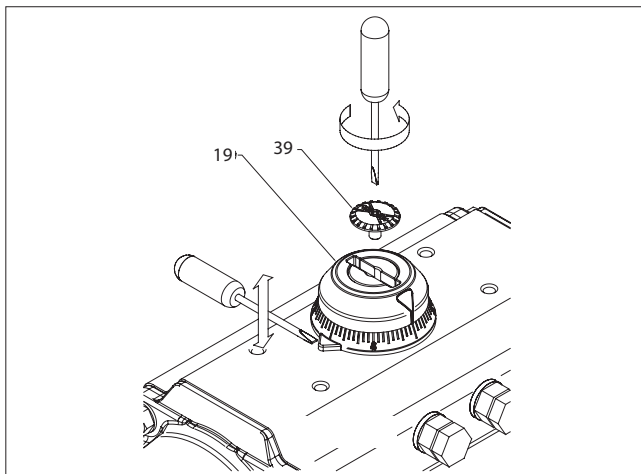

Abb. 3.
1. Abnehmen des Positionsanzeigers (19, 20), (Abb. 3):